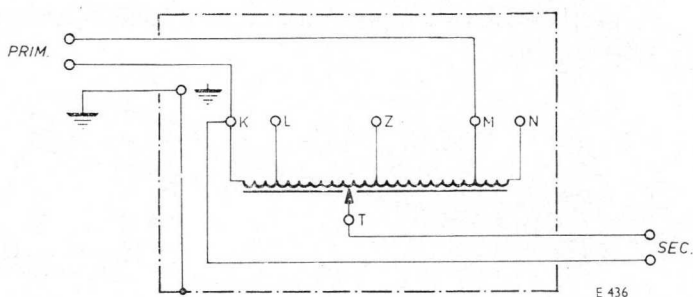

Fig. 6
- Raccorder ces câbles selon le schéma ci-dessous (voir figure 6) en soudant ou en vissant.